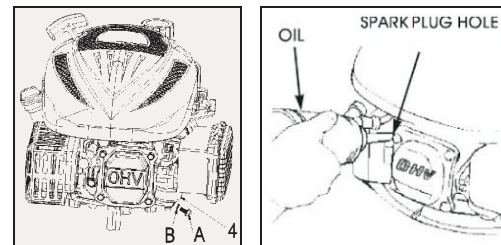

Fig. 13A
3. Depois de todo o combustível ser drenado para dentro do recipiente; Recoloque o parafuso de drenagem e a anilha. Aperte firmemente o parafuso de drenagem. (Ver Fig. 13A/Fig.13B)